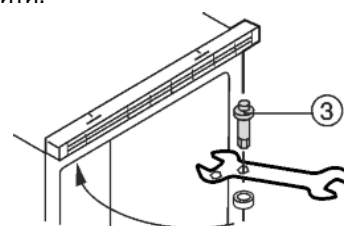

Fig. 3
- ▶ Викрутіть верхній шарнірний гвинт Fig. 3 (3) і загвинтіть їх з протилежного боку (з моментом 4 Нм).
▶ Навісьте дверцята на верхній шарнірний гвинт *Fig. 3 (3)* і закрийте.